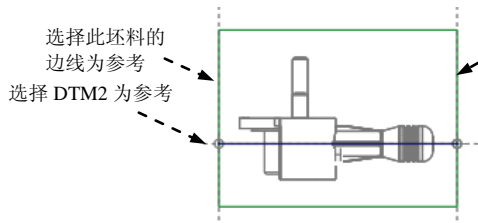
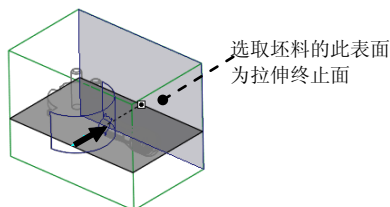

图 10.14 截面草图
图 10.15 选取拉伸终止面
(4) 绘制截面草图。
① 选取图 10.14 所示的坯料的边线为草绘参考。
② 在模型树中选择 **层树(L)** 命令，然后依次单击 **DATUM** **在HANDLE-BODY_MOLD_REF.PRT中** **DTM2:F1(外部合并)** 为草绘参考。
③ 选取图 10.14 所示的边线为草绘参考，然后在“参考”对话框中单击 **关闭(C)** 按钮，绘制图 10.14 所示的截面草图（截面草图为一线段）；完成截面的绘制后，单击“草绘”操控板中的“确定”按钮 。
(5) 设置深度选项。
① 在操控板中选取深度类型 （到选定的）。
② 将模型调整到图 10.15 所示的视图方位，选取图中所示的坯料表面为拉伸终止面。
③ 在操控板中单击 按钮，完成特征的创建。在模型树中选择 → **模型树(M)** 命令。